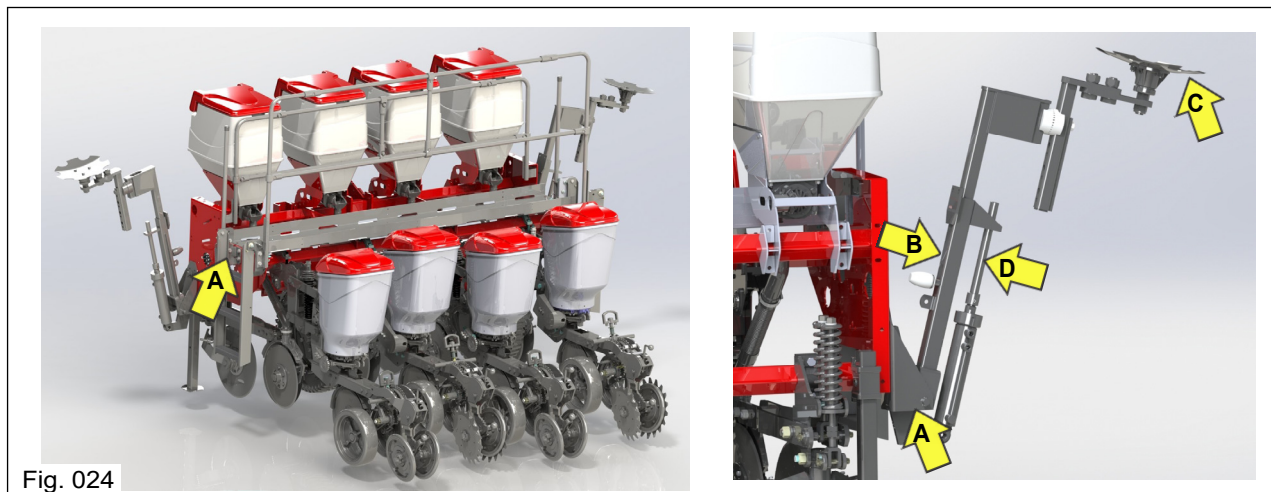

Fig. 024
a) Fixe nas laterais direita e esquerda do chassi o suporte ("A" Fig. 024);
Antes de efetuar a regulagem do marcador de linhas é importante que conheça o seu funcionamento e dispositivos de regulagem. O marcador de linhas é composto um conjunto de braço direito e esquerdo "A", haste de regulagem "B", conjunto do disco marcador "C" e conjunto do cilindro hidráulico com suplemento da haste "D" (Fig. 024). O acionamento é efetuado através de mangueiras hidráulicas acopladas à válvula divisora de fluxo e cilindro hidráulico.
A haste de regulagem "B" permite efetuar regulagens de abertura para atender a marcação da linha de plantio nos diversos espaçamentos. O conjunto do disco marcador "C" possui conjunto de castanhas dentadas que permitem a regulagem do ângulo de ataque do disco de corte para a marcação da linha de referência para o trator trabalhar. (Fig. 024)